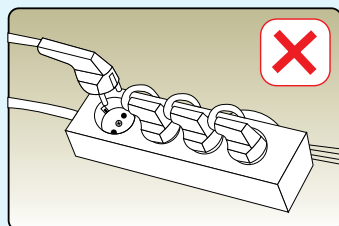

FIGURA 8
- E' vietato collegare il prodotto a una presa multipla, e utilizzare prolunghe. (Figura 8)